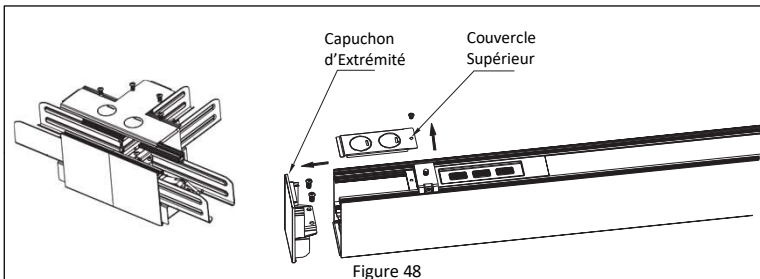

Figure 48
1. Retirez le couvercle supérieur du connecteur en « T » et du luminaire. Ensuite, retirez le capuchon d'extrémité de chaque luminaire. **Reportez-vous à la Figure 48.**